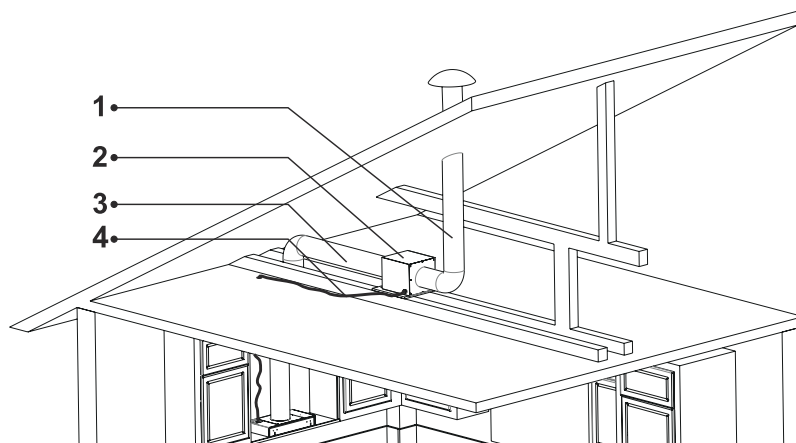

Fig. 33
2. ➔ Anslut nu utsugskanalerna till motorkabinettet (Fig. 33).